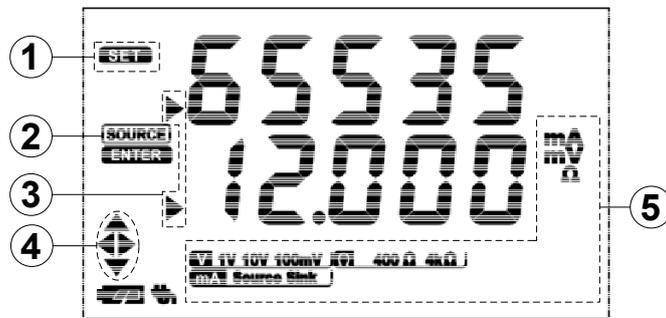

图 5.12 对应校准点的校准值修改状态
- 步骤 4: 按 **CLEAR** 键, 进入对应信号类型下的高或低校准点的校准值修改状态。显示如【图 5.12】所示。